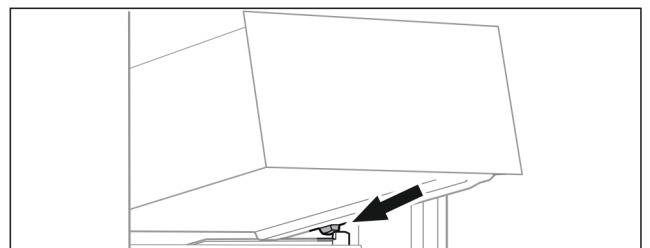

Fig. 139
- ▶ Schubfach schräg hinter den Stopperrücken auf Behälterrippe aufsetzen. (siehe Fig. 139)